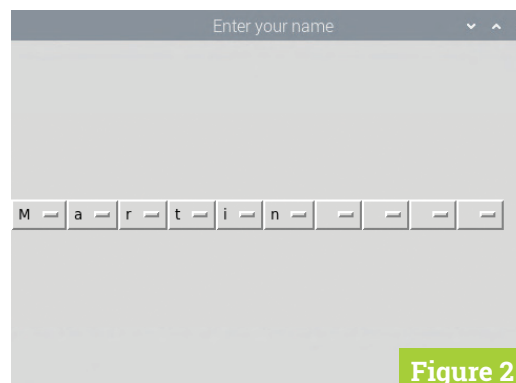

Figure 2
► **Figure 2** Sélection de lettres par listes déroulantes.
User d'un TextBox simple ou multilignes est une façon simple de demander du texte à l'utilisateur. Mais n'est-ce pas justement *trop* simple ? N'exige-t-on pas trop de saisie de la part de l'utilisateur ? Et quid de celui qui ne voudra pas lâcher sa souris ? Et si nous lui proposons de choisir les lettres à entrer au moyen de listes déroulantes (fig. 2) ? Testons cette idée géniale. Nous aurons besoin de la constante de chaîne `ascii_letters` :